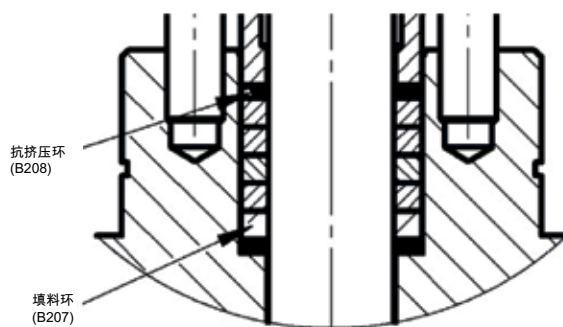

图 15 - 填料排列
- 有关填料排列，请参阅图 15。
- 提供的填料环数量将根据阀门尺寸而有所不同，但至少提供两个抗挤压填料环，且必须按照图 15 进行排列。